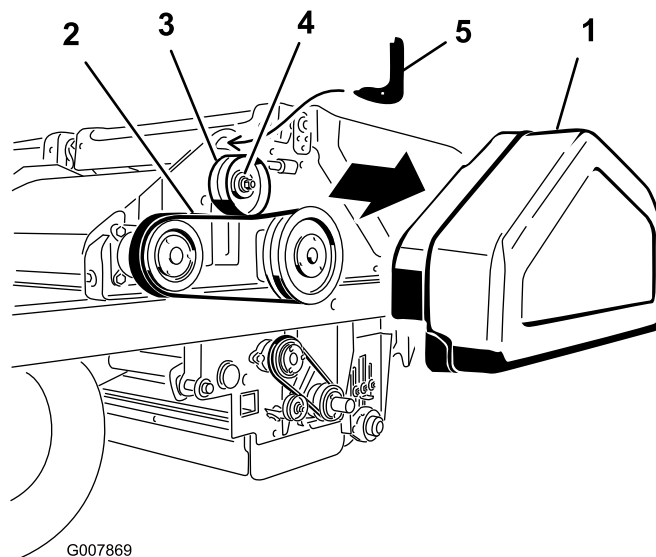

Figura 56
- Togliete il paracinghia (Figura 56).
- Allentate il dado sulla puleggia tendicinghia (Figura 56).
- Inserite l'estremità a gancio del tenditore della cinghia nel foro sopra la puleggia tendicinghia (Figura 56). Mantenete il fondo ricurvo del tenditore sulla puleggia tendicinghia.
- Inserite la chiave torsiometrica da 1/2 pollici nel foro del tenditore della cinghia (Figura 56).
- Ruotate il tenditore verso di voi fino a ottenere la coppia di 5,7 Nm, quindi serrate il dado della puleggia tendicinghia mantenendo sempre la coppia (Figura 56).